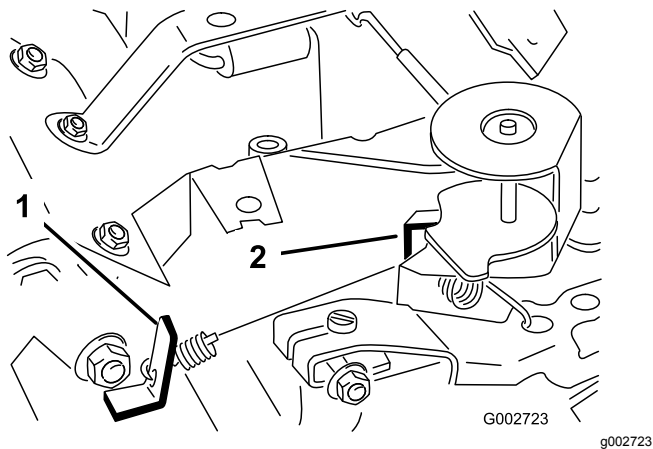

图41
3. 弯转调节怠速弹簧锚柄脚图41 以达到 1,6751,175rpm 的怠速。
6. 弯转高速弹簧锚柄脚图41 以达到 3,3503,450rpm 的高速。